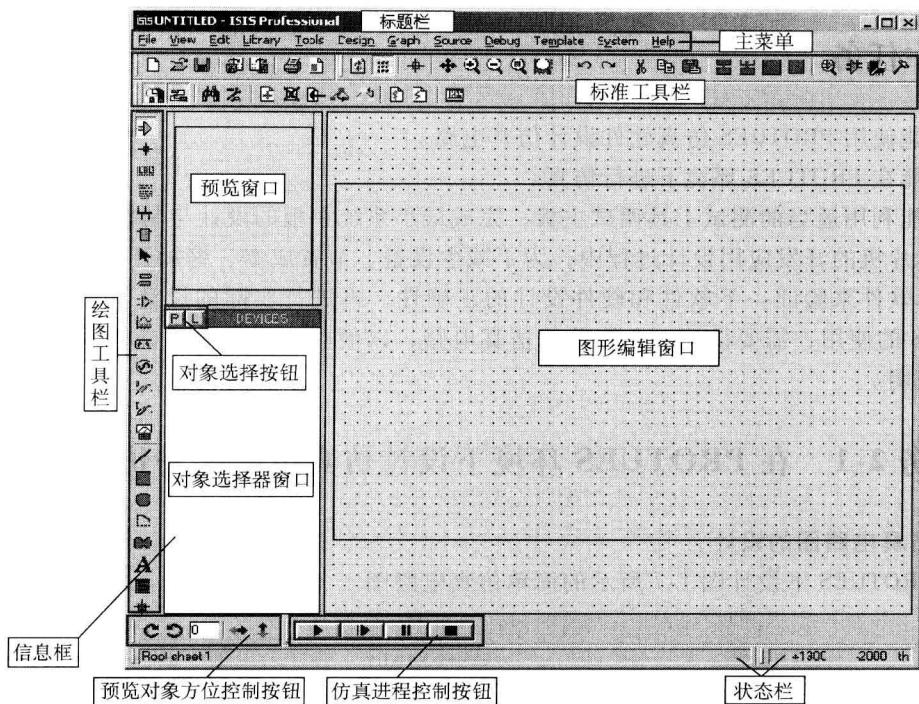

图 1-8 PROTEUS 仿真界面
- 1) 启动 PROTUES 仿真软件，进入仿真界面，如图 1-8 所示。